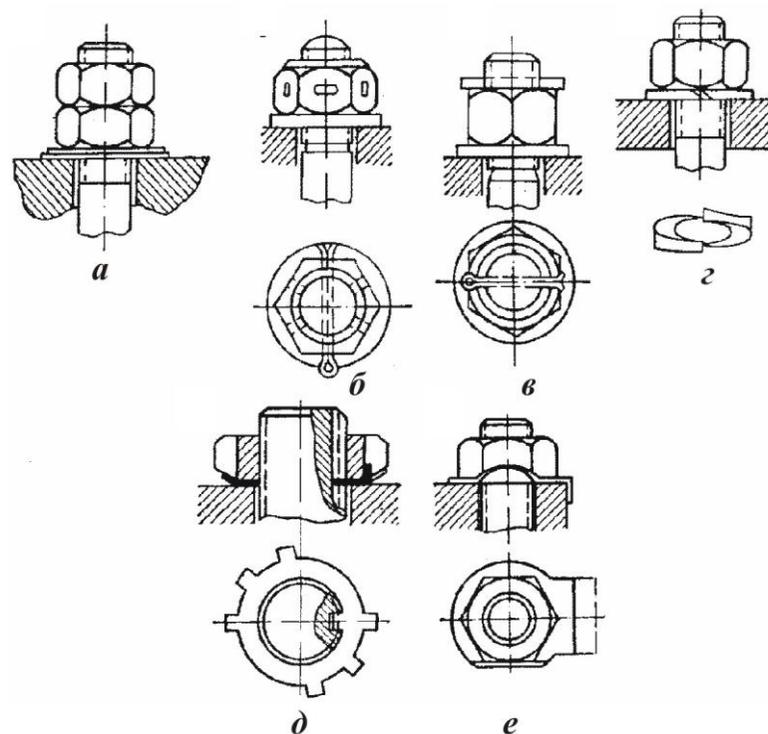

Рис. 5.39
Несмотря на то, что все крепежные резьбы удовлетворяют условию самоторможения, при вибрациях возможны случаи самоотвинчивания. Во избежание самоотвинчивания применяют особые устройства, называемые гаечным замком. Некоторые из них приведены на рис. 5.39.
*Контргайка* (рис. 5.39, а) – вторая гайка, наворачиваемая поверх основной и создающая в резьбе силу трения.
*Шплинт* – проволока полукруглого поперечного сечения, сложенная вдвое и пропущенная через гайку и болт (рис. 5.39, б) или только через болт (рис. 5.39, в).
*Пружинная шайба* (рис. 5.39, *з*) – специальная шайба, подкладываемая под гайку. Отвертыванию гайки препятствуют острые края концов шайбы, упирающиеся в торец гайки и в прижимаемую деталь.
На рис. 5.39, *д* и 5.39, *е* изображены еще две конструкции замков. В обоих случаях повороту гайки препятствует загнутый край или лепесток специальной шайбы, подложенной под гайку.